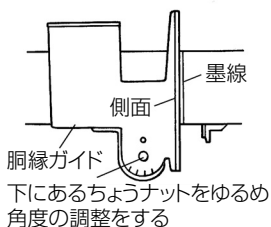

図 17
- (1) 胴縁ガイドの角度を調整して胴縁ガイドの側面と墨線を一致させてください。(図 17)